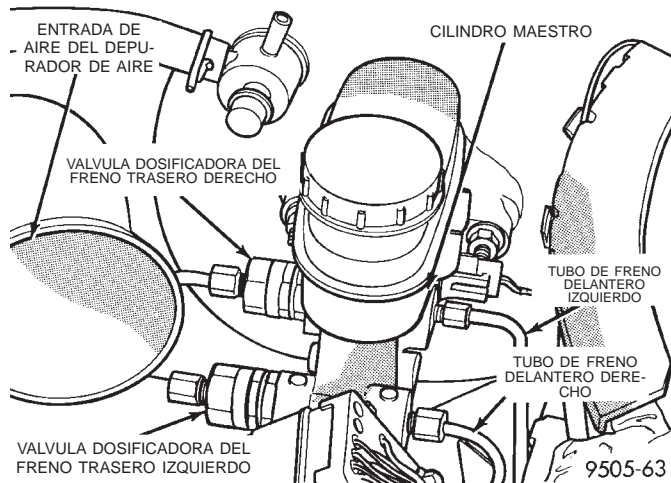

Fig. 126 Posiciones de la válvula dosificadora sin ABS en el cilindro maestro
Una válvula dosificadora controla el freno trasero derecho y la otra, el freno trasero izquierdo (Fig. 126). Por lo tanto, es esencial realizar una prueba de carretera para determinar cual de los frenos traseros roza primero.
(1) Desconecte el tubo de freno de la válvula dosificadora que debe retirarse del cilindro maestro (Fig. 126).
(2) Retire la válvula dosificadora (Fig. 126) del cilindro maestro que debe reemplazarse.